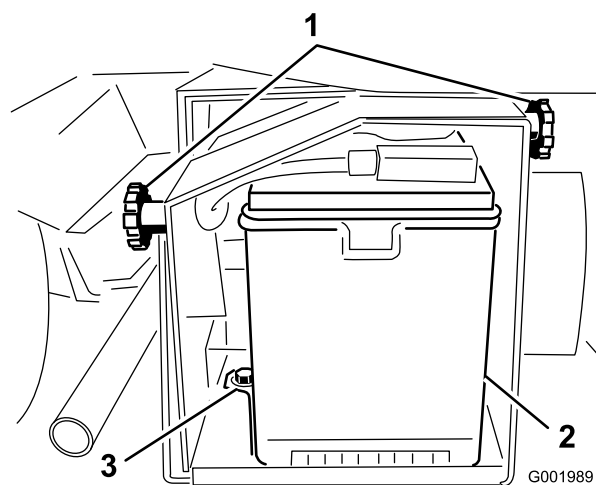

Figure 55
2. Desserrez les boutons sur les côtés du bac de la batterie et enlevez le couvercle de la batterie (Figure 55).
5. Retirez le dispositif de retenue et les fixations de la batterie (Figure 55).
2. Posez le dispositif de retenue de la batterie et serrez-le avec les fixations retirées précédemment (Figure 55).
4. Posez le couvercle de la batterie et fixez-le à l'aide des 2 boutons (Figure 55).
1. Desserrez les boutons sur les côtés du bac de la batterie et enlevez le couvercle de la batterie (Figure 55).